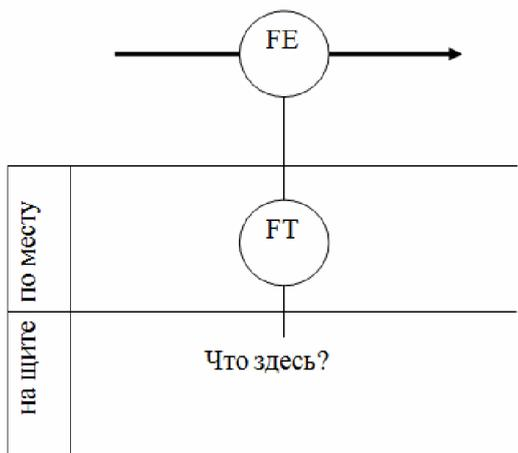

Рис. 3. Функциональная схема системы автоматической регистрации расхода
**Задание 1.** На рис. 3 представлена функциональная схема системы автоматической регистрации расхода жидкости, движущейся по трубопроводу. На щите установлен прибор, показывающий и регистрирующий расход. Определите назначение приборов, дорисуйте недостающий прибор.